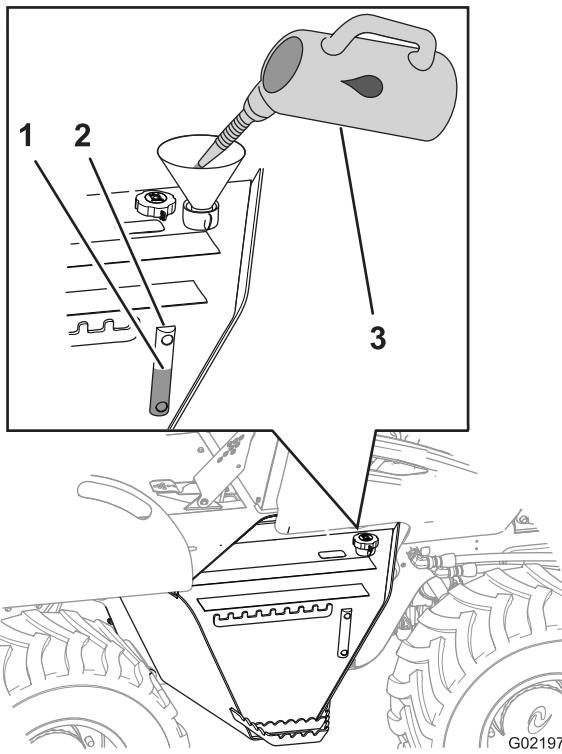

Figure 22
3. Vérifiez le niveau du liquide hydraulique dans le viseur de niveau qui se trouve sur le côté du réservoir hydraulique (Figure 22).
4. Si le niveau de liquide hydraulique se trouve plus bas que le repère 'Add', retirez le bouchon de remplissage / d'évent (Figure 22), ajoutez du liquide hydraulique spécifié pour remettre le liquide hydraulique au niveau du repère 'Full' et remettez le capuchon de remplissage/évent en place.